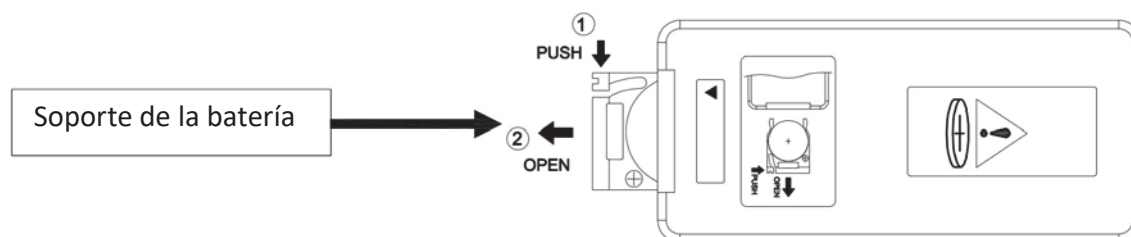

Figura 1
1. Encuentre el soporte de la batería y extraígallo (figura 1)